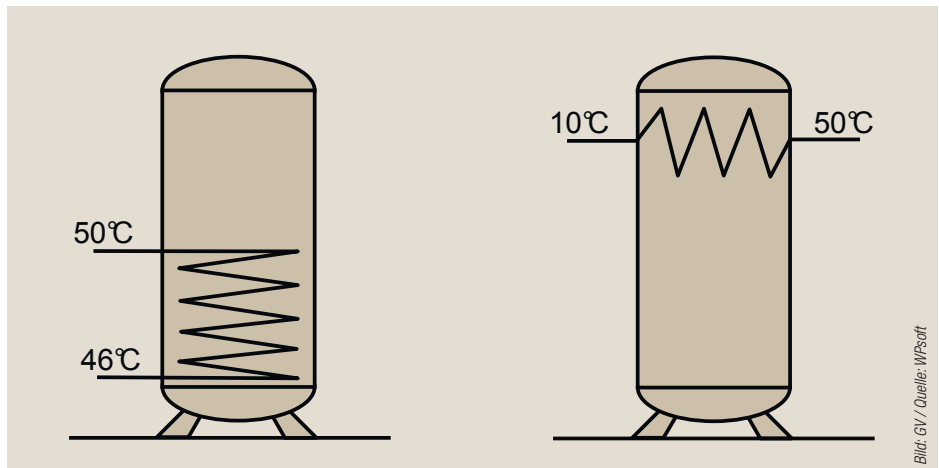

Bild 1 Prinzipskizze Trinkwarmwasserspeicher mit großem innenliegenden Wärmeübertrager.
- es wurde ein Speicher mit einem sehr großen innenliegenden Wärmeübertrager im unteren Bereich gewählt (Bild 1)